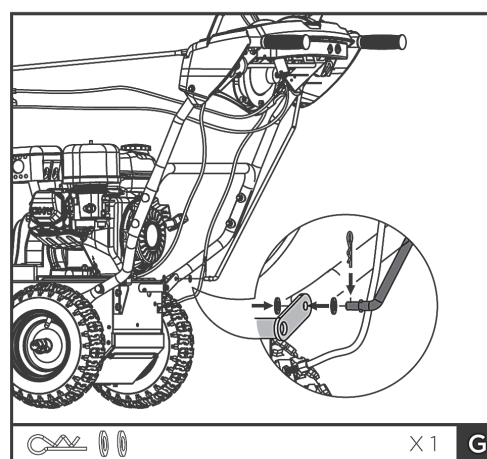

рис. 12
- вставьте нижний конец тяги в отверстие нижней планки, зафиксируйте (рис.12);